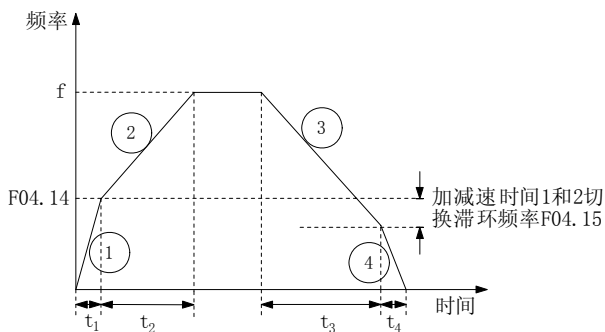

图6-20 加减速时间 1、2 切换示意图
如图 6-20 所示，加速时，首先以加速时间 1 运行，如图 6-20 中曲线①所示，且加速时间 $t_1 = \frac{F04.14 \times F04.02}{F02.10}$ 。当输出频率增加到切换点 F04.14 时，加速时间将由 F04.02 切换至 F04.04，图 6-20 中曲线②所示，且加速时间 $t_2 = \frac{(f - F04.14) \times F04.04}{F02.10}$ 。减速时，首先以减速时间 2 运行，如图中曲线③所示，且 $t_3 = \frac{(f - F04.14 + F04.15) \times F04.03}{F02.10}$ 。直至输出频率下降到低于 F04.14 的某一频率 (F04.14-F04.15) 时，减速时间将由 2 切